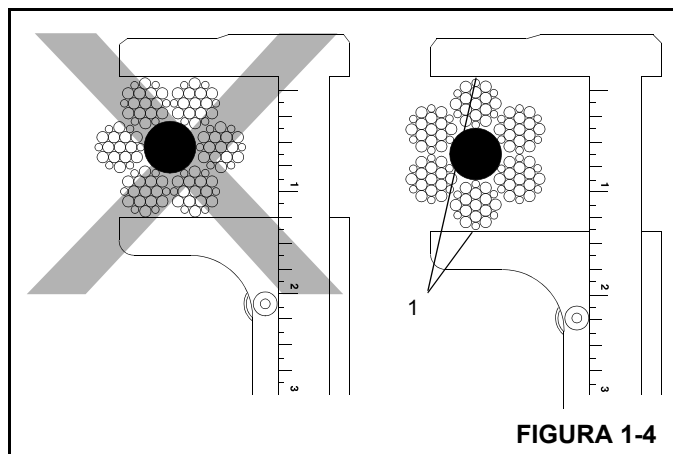

FIGURA 1-4
12. Mida el diámetro del cable entre las coronas (1) de las trenzas para determinar si el cable se ha dañado (Figura 1-4).